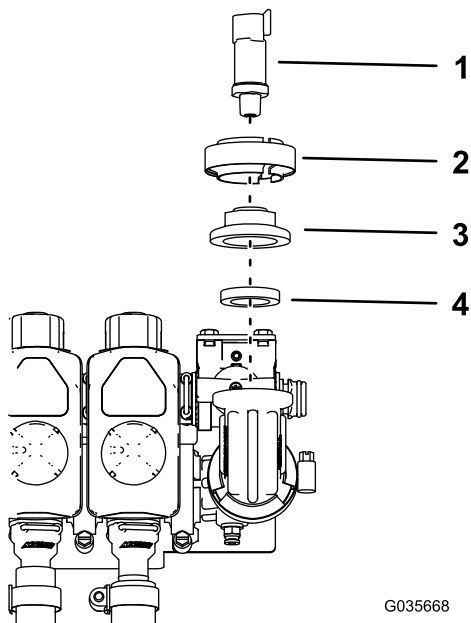

图2
7. 安装凸缘垫片、盖接头和压力传感器，用刚刚卸下的传感器夹具将它们固定（图2）。